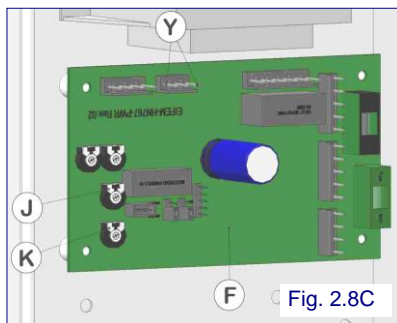

Fig. 2.8C
Al final de la transformación, se deberá sellar el tornillo (A) del regulador de caudal de gas y el tornillo del compensador (K) de la centralita (F) (Fig. 2.8C) con un barniz adecuado para este fin.